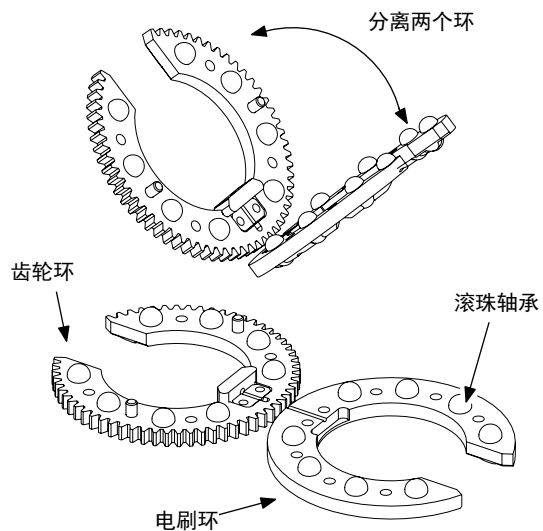

图 40 从电刷环上拆下齿轮环
3. 把齿轮环与电刷环完全分离，如图 40 所示。把两个环平放在工作台面上。